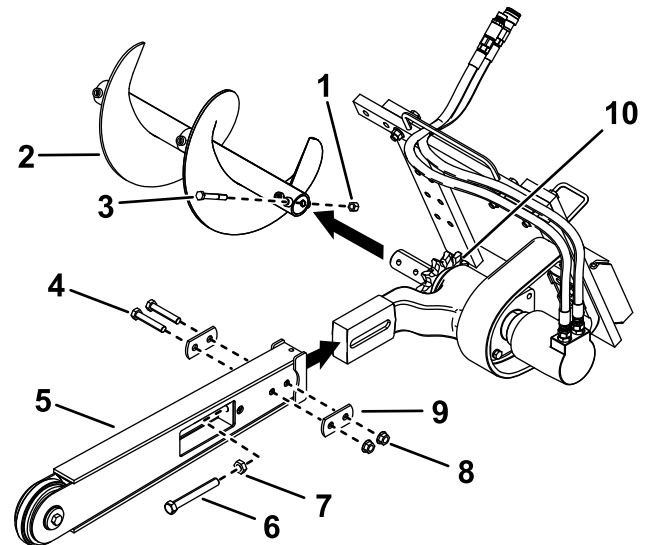

Bild 3
3. Entfernen Sie die Schraube und die Mutter, mit der die Schuttschnecke befestigt ist, und nehmen Sie die Schnecke ab (Bild 3).
4. Nehmen Sie die zwei Schrauben (5/8" x 3 1/2"), zwei Muttern (5/8") und zwei doppelten Scheiben von den Seiten des Fräsbaums ab (Bild 3).
5. Lösen Sie die Einstellschraube und Klemmmutter (Bild 3).